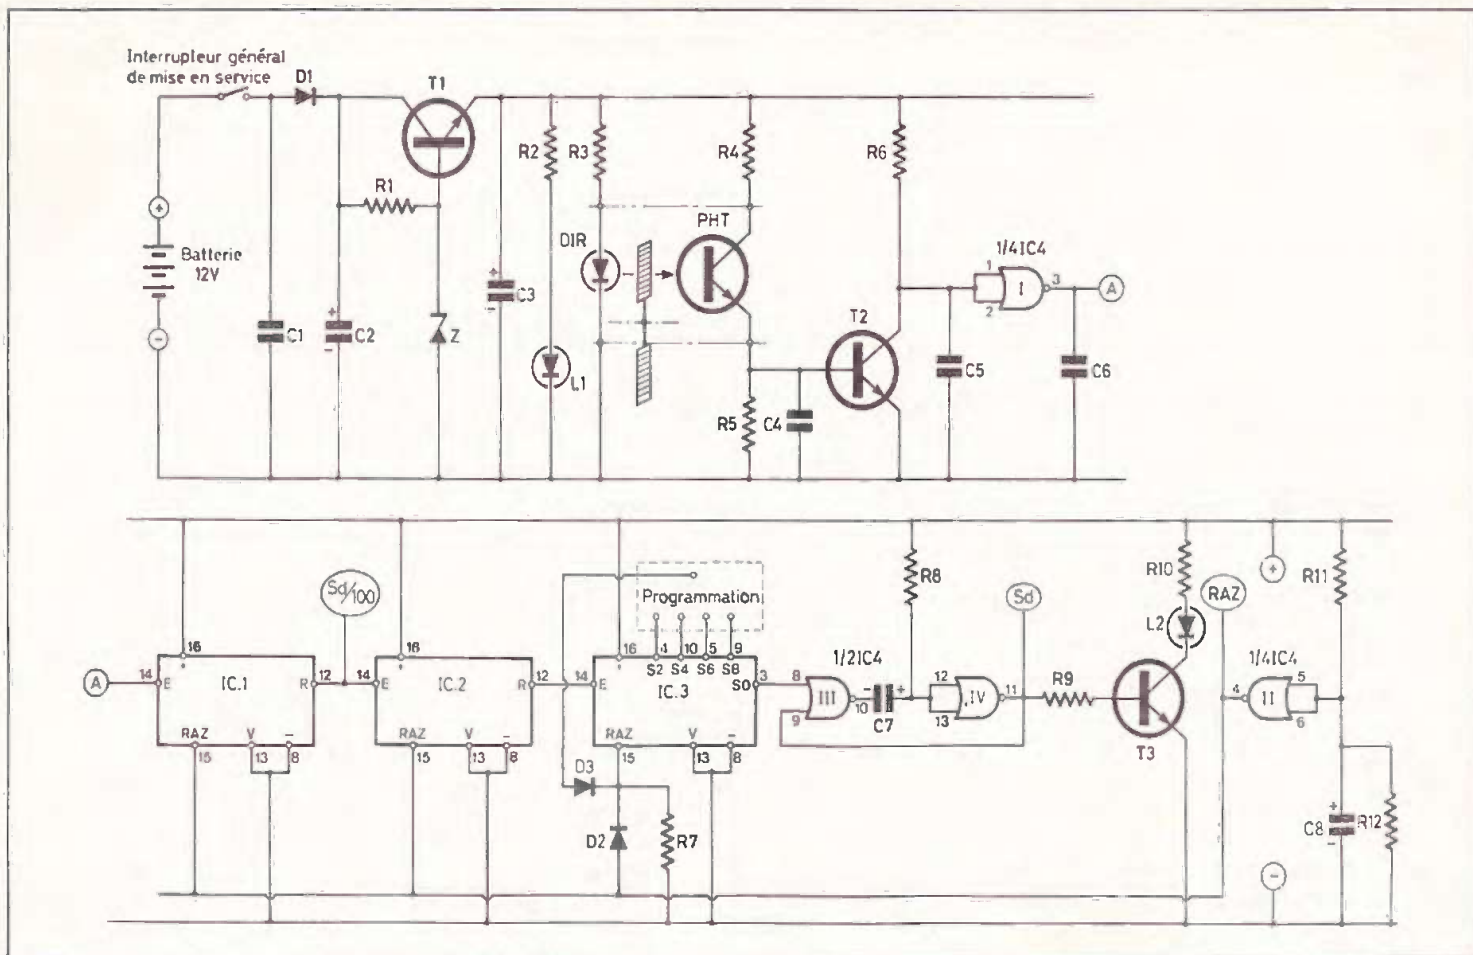

Fig. 3. — Alimentation. Détection de la distance. Mise en forme de l'information distance RAZ automatique à la mise sous tension.
a) Alimentation (fig. 3)
b) Détection du paramètre « distance parcourue » (fig. 3)
c) Mise en forme de l'information « distance » (fig. 3)
- une division par 1 000 lorsqu'il n'y a aucune liaison programmée entre les sorties et l'entrée RAZ de IC_3 (cas de la figure 3),
d) RAZ automatique au moment de la mise sous tension (fig. 3)
dans un premier temps. En effet, cette capacité se trouve chargée par un courant limité par R_{11} , si bien que le niveau logique des entrées de la porte inverseuse NOR II de IC_4 reste nul, au début de la mise sous tension. En conséquence, le niveau logique de la sortie de cette porte reste égal à 1. Ce signal désigné par « RAZ » sur la figure 3 assure la remise à 0 des trois compteurs IC_1 , IC_2 et IC_3 . Par la suite, et après un temps de l'ordre de la seconde ($R_{11} \times C_8$), la capacité C_8 étant suffisamment chargée, le niveau logique 1 disparaît à la sortie de la porte NOR II de IC_4 . Les compteurs sont ainsi prêts à remplir leur mission. La résistance R_{12} permet la décharge de C_8 lors de la coupure de l'alimentation de façon à ce qu'elle soit prête pour la réalimentation suivante. L'ensemble des éléments constituant la figure 3 se trouve inséré dans un premier boîtier Teko désigné « détection de la distance » qui comporte ainsi cinq sorties :
Les signaux de périodicité 7,2 s, disponibles à la sortie de report de IC₁ sont pris en compte par la bascule monostable constituée par les portes NOR I et II de IC₆. La sortie de cette bascule est chargée de commander, sous la forme de brèves impulsions positives, la commande périodique (toutes les 7,2 s) du séquenceur (indice B de la figure 3).